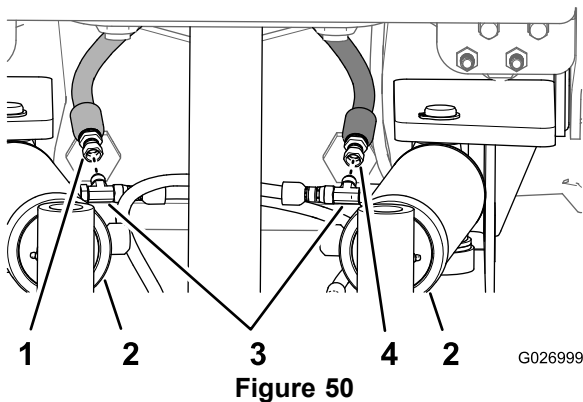

Figure 50
- C. Placez un chiffon sur les flexibles du vérin de pivotement et desserrez les écrous orientables (Figure 50).
- D. Permutez les 2 flexibles sur le raccord en T des vérins de pivotement opposés (Figure 50).